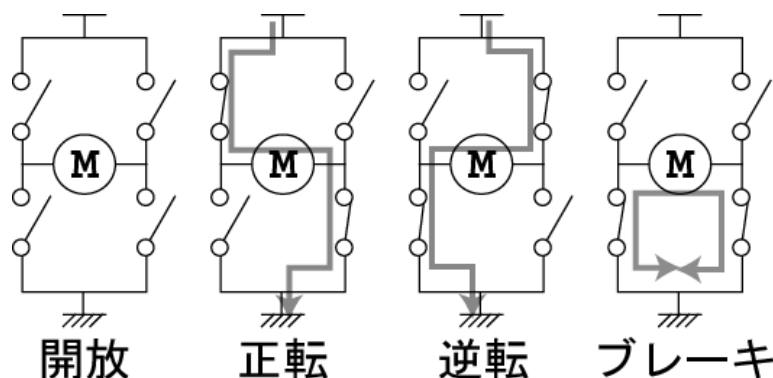

図 12 Hブリッジ回路の基本動作
- 単電源で DC モータに加える電圧の向きを変えられる回路(モータドライバ)として最も基本的なものが Hブリッジである。図 12 のように 4 つのスイッチから構成され、スイッチの切替えによってモータに流す電流の向きを反転可能にしている。名前はスイッチの配置が H 型をしていることに由来する。